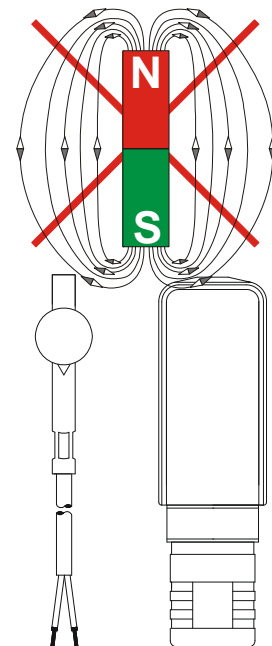

Abb. 4
- Sorgen Sie dafür, dass in der unmittelbaren Umgebung des Niveauwächters keine magnetischen Fremdfelder die Funktionsweise des Gerätes beeinträchtigen können (→ Abb. 4).